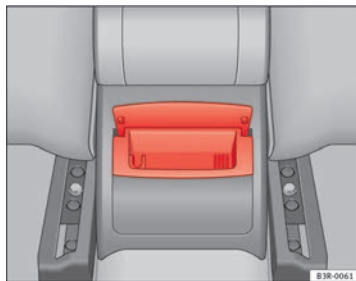

Abb. 132 Aschenbecher hinten
- Fassen Sie das Gehäuse am geöffneten Deckel an ⇒ Abb. 132 und ziehen Sie es nach oben heraus.